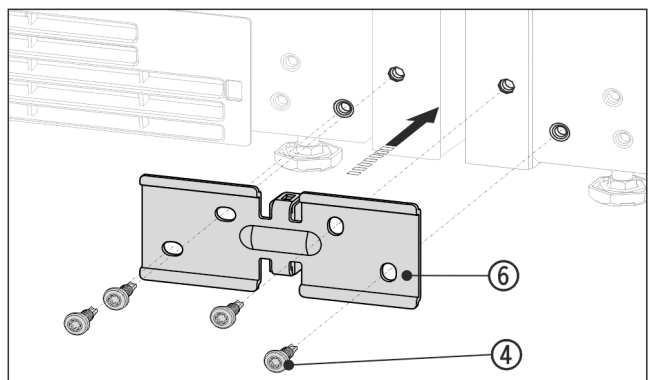

Fig. 15 Atvaizdo pavyzdys
- ▶ Įstumkite kampuočių Fig. 15 (6) su skečiamąja detale tarp prietaisų ir laisvai prisukite 4 varžtais Fig. 15 (4).